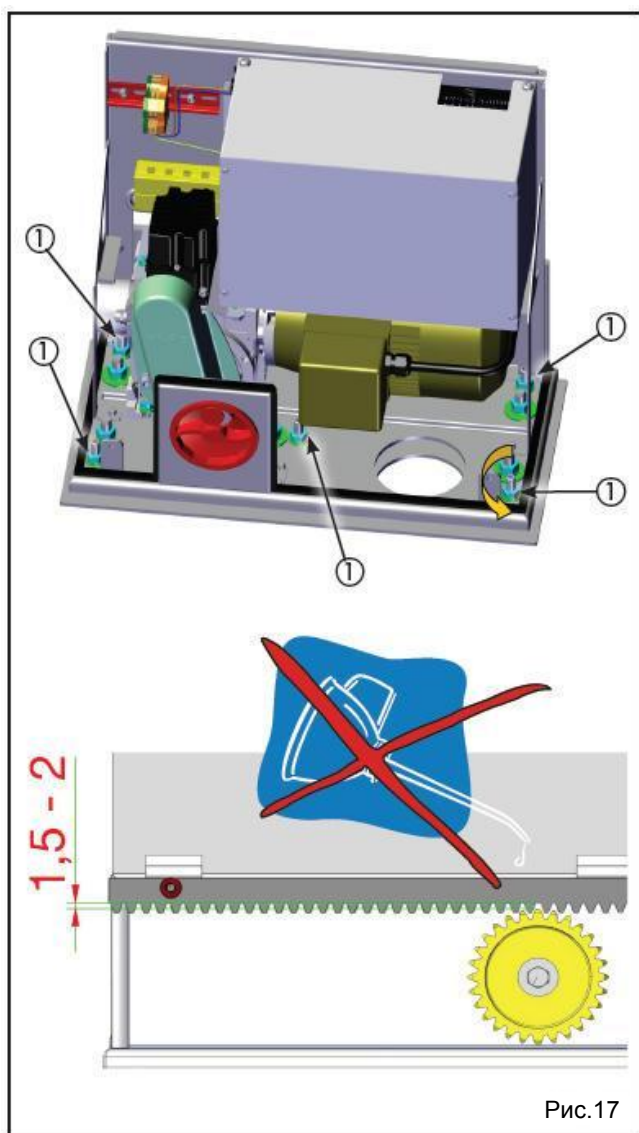

Рис.17
-  После завершения процесса монтажа зубчатой рейки, отрегулируйте высоту установки привода с помощью регулировочных винтов (рис.17, ссылка 1) таким образом, чтобы был зазор примерно 1.5 – 2 мм между зубчатой рейкой и шестерней привода. Это обеспечит оптимальное сцепление.
-  Не допускается использование какой-либо смазки между зубчатой рейкой и шестерней (рис. 17).